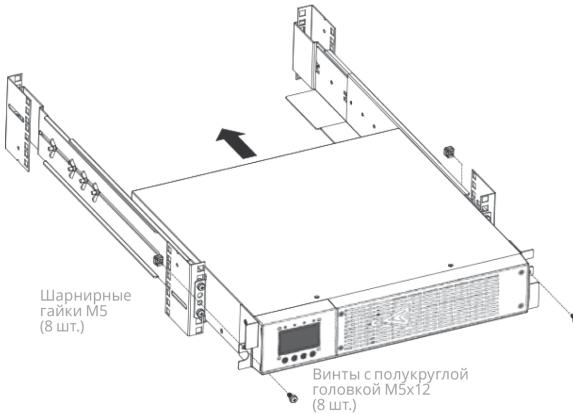

Рисунок 3.2. Крепление ИБП в стойке
3. Закрепить переднюю часть ИБП в стойке, используя один винт с круглой головкой M5x12 и одну гайку M5 с клипсой с каждой стороны (см. Рис. 3.2).